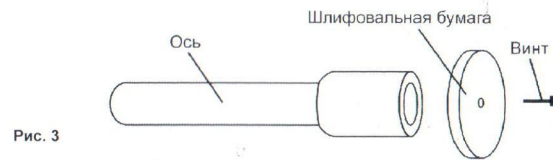

Рис. 3
- Установите диск из шлифовальной бумаги на головку насадки. Зафиксируйте положение диска винтом (См. Рис.3).